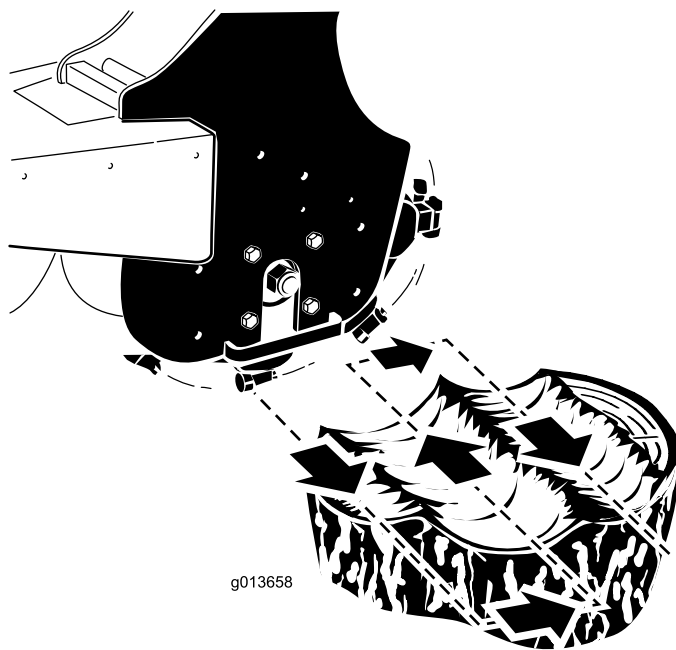

Bild 12
4. Positionieren Sie die Fräse links hinter den Stumpf (Bild 12).
- Schwenken Sie die Fräse mit dem Anbaugerät-Kipphebel in Ihre Richtung und fräsen Sie, je nach der Härte des Holzes, zwischen 0,5 cm bis 5 cm ab (Bild 12).
- Schwenken Sie die Fräse wieder aus (Bild 12), senken Sie sie auf 0,5 cm bis 5 cm ab und wiederholen die Schritte 4 bis 6, bis Sie einige Zentimeter abgefräst haben.
- Stellen Sie die Fräse nach rechts (Bild 12).